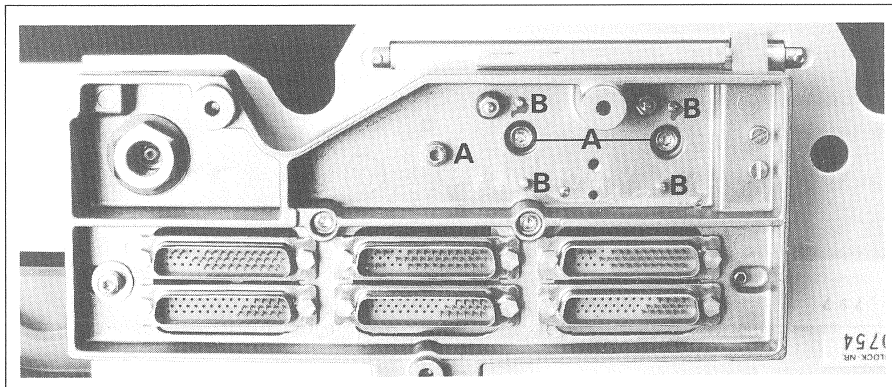

Fig. 3.9.1
Nur die Schrauben (A) (3 mm inbus) in Fig. 3.9.1 leicht lösen, um Kopf drehen zu können.
Loosen the screws (A) (3mm allenkey) in figure 3.9.1, so as to be able to turn the head.